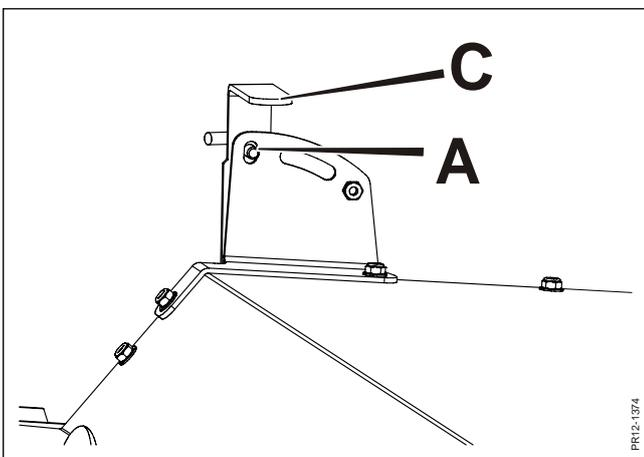

Fig. 3-17
**Fig. 3-17** Die Ausrüstung besteht aus einem Blech, das hinter dem Aufbereiterrotor montiert ist. Wenn Sie mit der Maschine arbeiten, und Sie eine normale Schwadablage möchten, muss das Blech unter das Oberblech hochgeklappt und in Position **A** inaktiv sein.